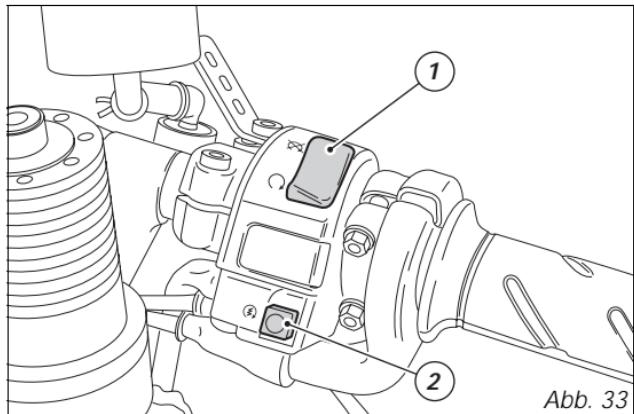

Abb. 33
- 2) Sich davon überzeugen, dass sich der Stoppschalter (1, Abb. 33) auf  (RUN) befindet, dann die Anlassertaste (2, Abb. 33) betätigen.